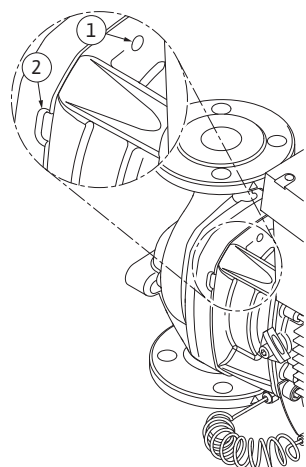

Fig. 51: Gwintowane otwory i szczeliny do wyciskania głowicy silnika z korpusu pompy
- Wycisnąć głowicę silnika (patrz rys. 13) z korpusu pompy. Zaleca się wykorzystanie w tym celu dwóch gwintowanych otworów (rys. 51, poz. 1), głównie do poluzowania osadzenia. W celu poluzowania osadzenia wkręcić odpowiednie śruby w gwintowane otwory. Gdy głowica silnika jest poluzowana, do wyciśnięcia można dodatkowo użyć szczelin (rys. 51, poz. 2) między korpusem pompy a latarnią (w tym celu włożyć np. dwa wkrętaki i użyć ich jako dźwigni). Po wyciśnięciu o ok. 15 mm głowica silnika nie znajduje się już w korpusie pompy.